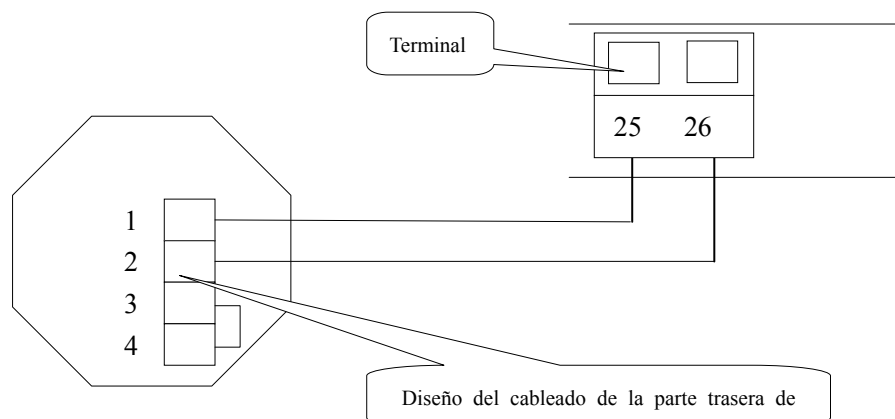

Figura 28-2-1
28.2.1 Consulte la Figura 28-2-1. Conecte los cables tensados del terminal 1 y del terminal 2 de PSA con el terminal 25 y el terminal 26 (de la placa base).